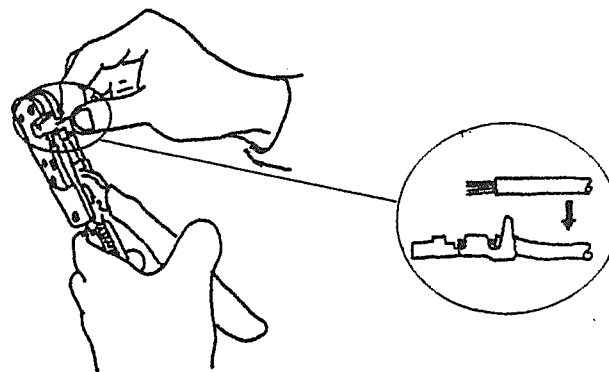

Fig. 4
3. 工具全面からコンタクトのインスレーションバレル側からコンタクトを挿入して下さい。コンタクトがクリンパ上でロケータスロットに入るように位置決めして下さい。ロケータがダイスと平らになったことを確認して下さい。Fig4 参照のこと。
3. Insert contact insulation barrel from the FRONT side of the tool into the crimping chamber. Position the contact on the crimpers so that the locator/wire stop enters the contact locator slot. See Fig.4.